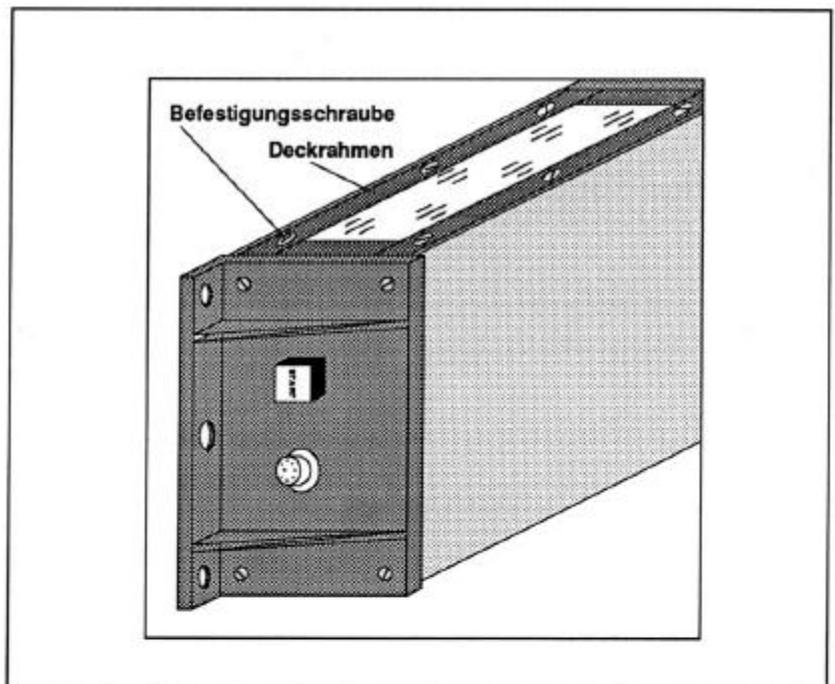

Abbildung 12-1 Deckrahmen abbauen
1. Acht Befestigungsschrauben (M3) lösen und Deckrahmen abnehmen (Abbildung 12-1).
4. Deckrahmen aufsetzen und mit Befestigungsschrauben fixieren. (Abbildung 12-1).